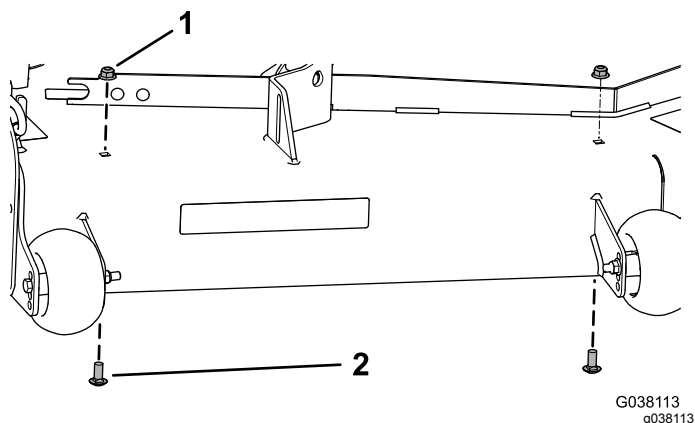

図 32
1. デッキから既存のフランジナット3/8"2個とキャリッジボルト3/8 x 7/8"2本を外す 図 32。